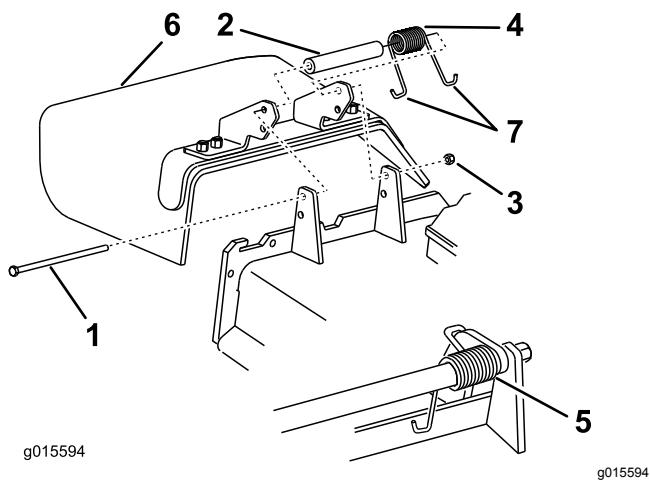

図 86
1. デフレクタをピボットブラケットに固定しているロックナット、ボルト、スプリング、スペーサを外す(図 86)。
注 必ず、スプリングのJフック端の1つをデッキエッジの後ろに引っ掛け、それからボルトを 図 86 のように取り付けてください。
6. J 形端部のひとつをデフレクタに引っ掛ける 図 86。